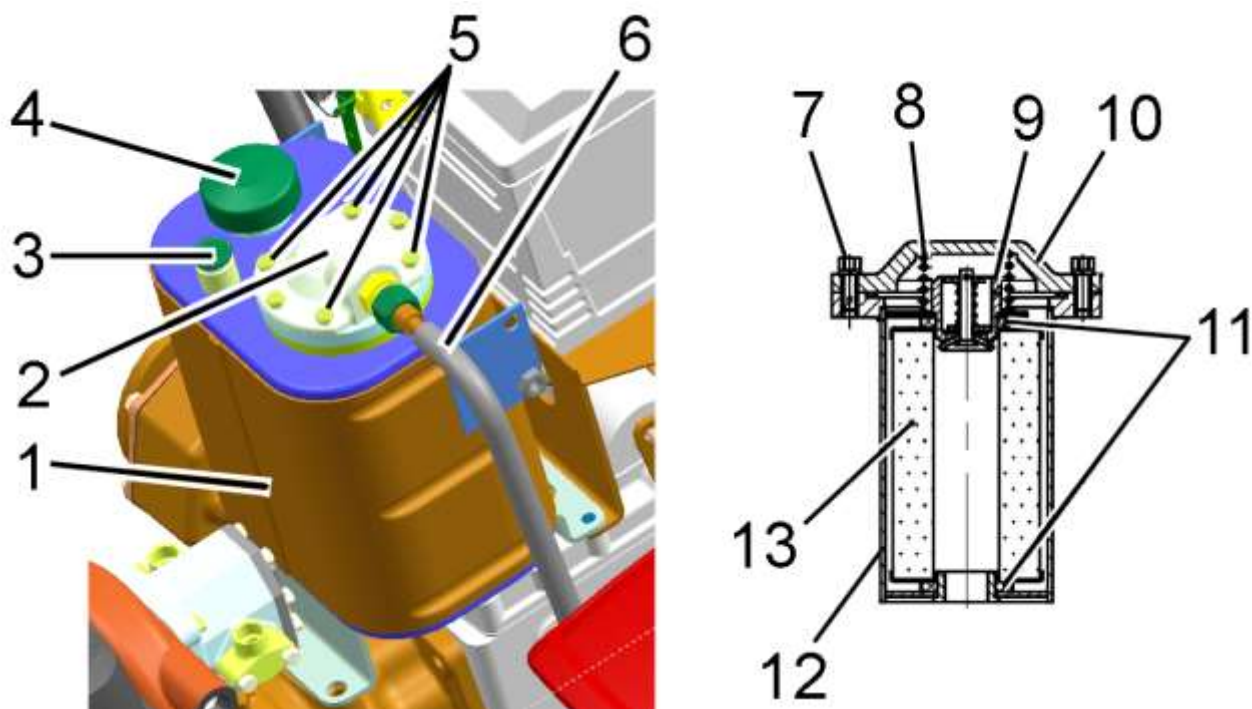

Рисунок 6.4.7 – Замена фильтрующего элемента в баке ГНС
- отсоедините сливную трубку 6 (рисунок 6.4.7) от штуцера фильтра;